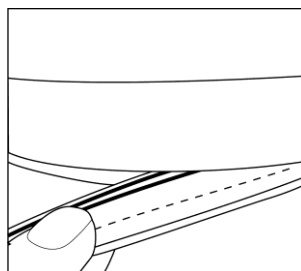

图: 14b
- 捏住黑色衬罩垫圈，同时将其小段地慢慢地垂直拉出，按照此方法拆除周围的衬罩（图14b）。